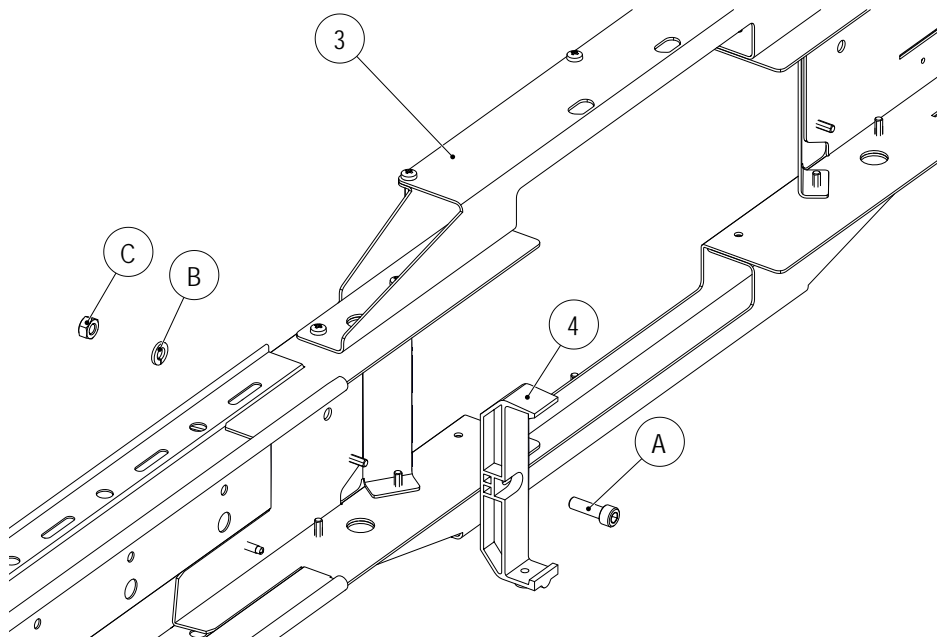
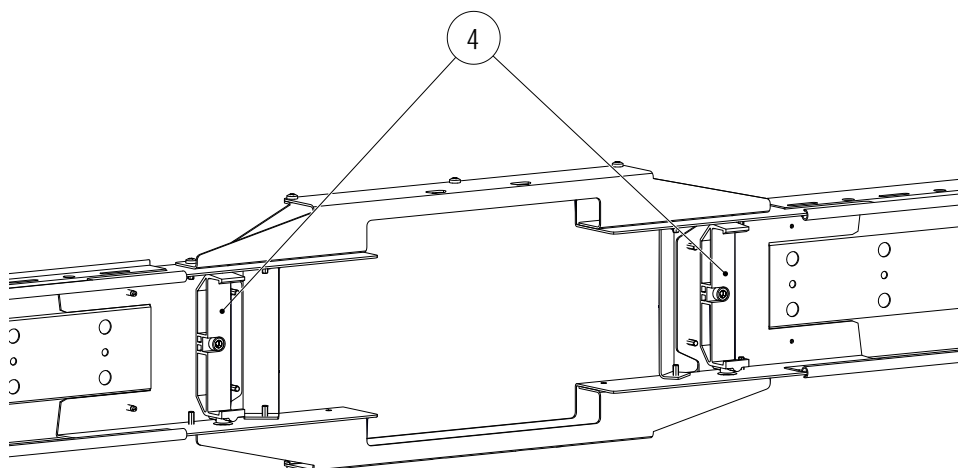

Abb. 69: Fixpunkt (4) am Befestigungsrahmen (3) montieren
Abb. 70: Fixpunkte (4) sind montiert
1. Falls die Fixpunkte (4) noch nicht am Befestigungsrahmen (3) montiert sind, müssen diese zuerst mithilfe der Verschraubungen (A, B und C) montiert werden (siehe Abb. 69 und Abb. 70).
- Die Fixpunkte sind rechts und links am Befestigungsrahmen montiert (siehe Abb. 69 und Abb. 70)
- Die Fixpunkte sind am Befestigungsrahmen der Einspeisung montiert (siehe Abb. 69) und die Schleifleitungsschienen sind vollständig eingehängt.